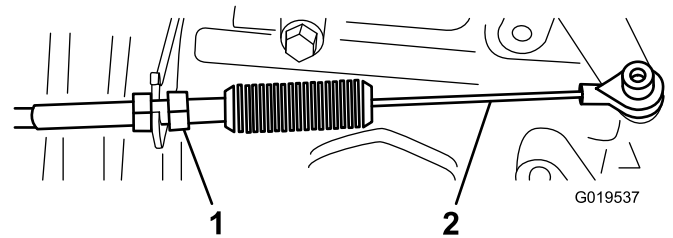
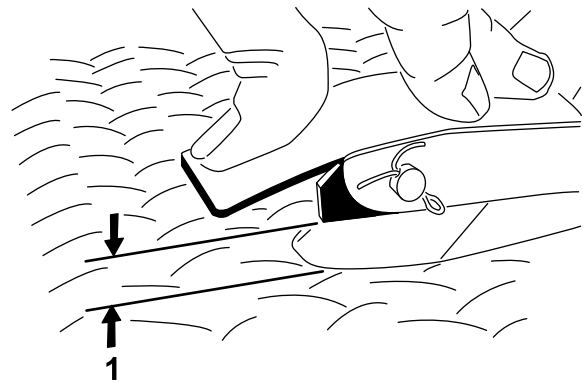

Bild 62
Bild 63
2. Stellen Sie das Kugelgelenk am Bowdenzug (Bild 62) so ein, dass Sie einen Abstand von 2,54 mm bis 6,35 mm zwischen dem Fahrpedalarm und der Oberseite des Bodenplattensternmusters (Bild 63) erhalten, wenn Sie eine Kraft von 11,3 kg auf die Pedalmitte aufbringen.
3. Ziehen Sie die Sicherungsmutter an (Bild 62).